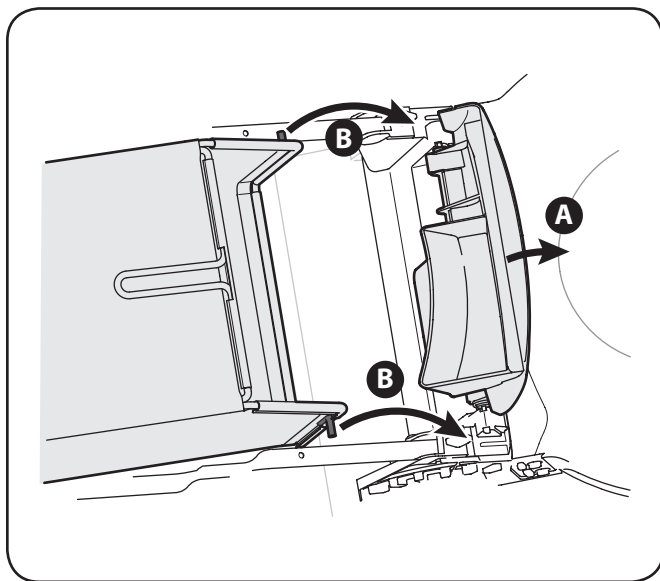

Figure 3-8
- b. Lugar de colección de césped en las ranuras en el mango entre corchetes como se muestra en Figure 3-8. Suelte la puerta de descarga de modo que descansa sobre el colector de césped.